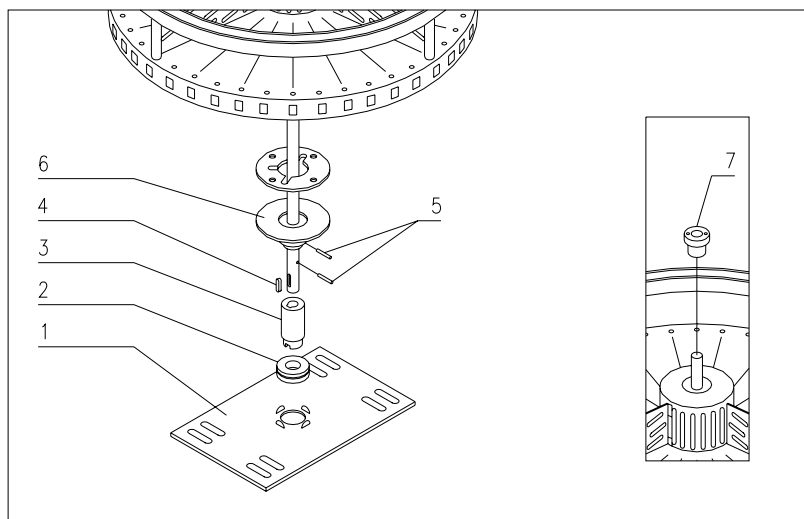

FIG. 12
- 6) Desatornillar la plancha porta cojinete y quitar todo (part.1-2-3 FIG. 12). Marcar unos puntos de referencia alrededor de la plancha para luego colocar todo nuevamente en la posición original.
- 7) Mover la columna hacia el fondo de la máquina para que el eje de la misma salga del casquillo de plástico (part. 7 FIG. 12)
- 9) Quitar la chaveta (part. 4 FIG. 12), las espigas (part. 5 FIG. 12) que fijan los casquillos de arrastre (part. 6 FIG. 12) y sacar los discos.